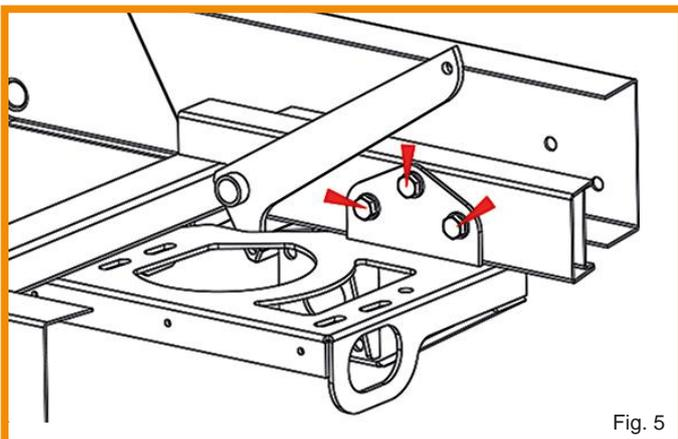

Fig. 5
- Mount the steering frame (Art 8) hand-tight with 3 bolts (Pos 10) to the original steering box side mount. (Fig. 5)
- Die Montagekonsole (Art 8) wird handfest an den originalen seitlichen Lenkgetriebeaufnahmen mit drei Schrauben (Pos 10) positioniert (Fig. 5).